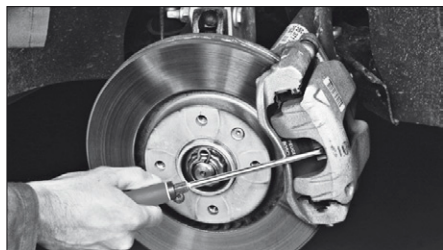

FIG. 1
- A l'aide d'un tournevis, faire levier pour repousser partiellement le piston de l'étrier (Fig.1).